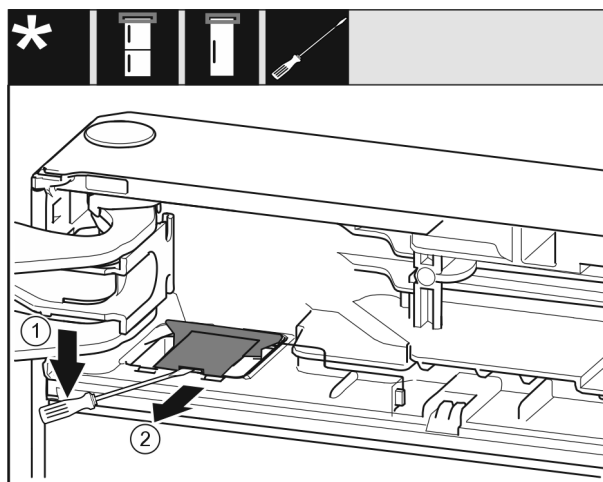

Fig. 10
- ▶ С плоска отвертка освободете капака Fig. 10 (1).
- ▶ Извадете капака Fig. 10 (2).